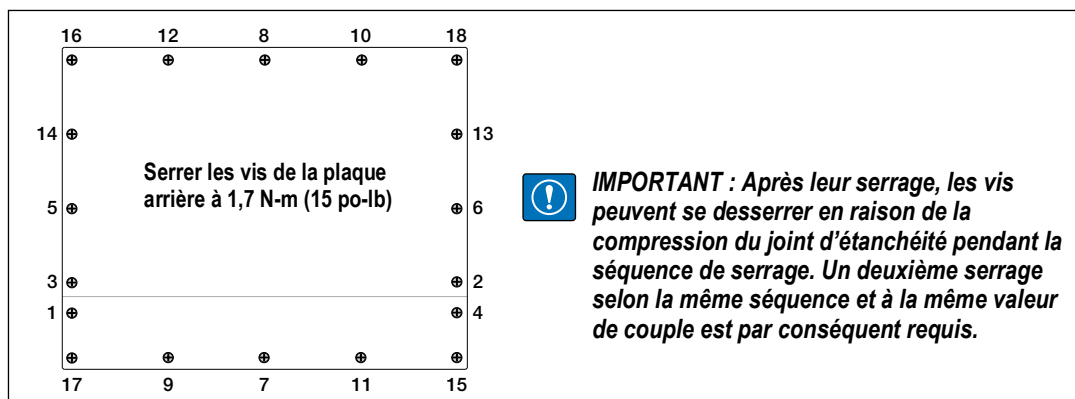

Figure 3-1. Plaque arrière du boîtier de l'indicateur 920i
3. Serrer les vis au couple de 15 po-lb (1,7 N-m), en respectant la séquence indiquée sur la Figure 3-1, de façon à éviter la déformation du joint d'étanchéité de la plaque arrière.
4. Réinstaller la plaque arrière (voir la Figure 3-1, page 13).